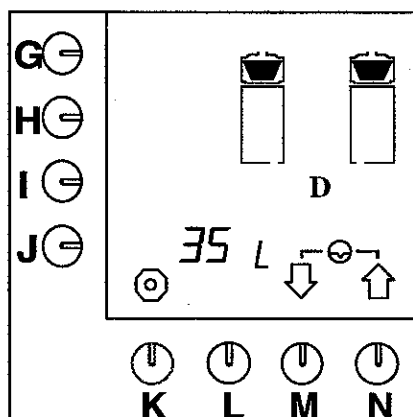

Fig. 41 Nulstilling af kaffebryggerens daglige tæller
- Tryk på valgknappen (**M.**)↓, indtil fig. 41 vises i displayet.